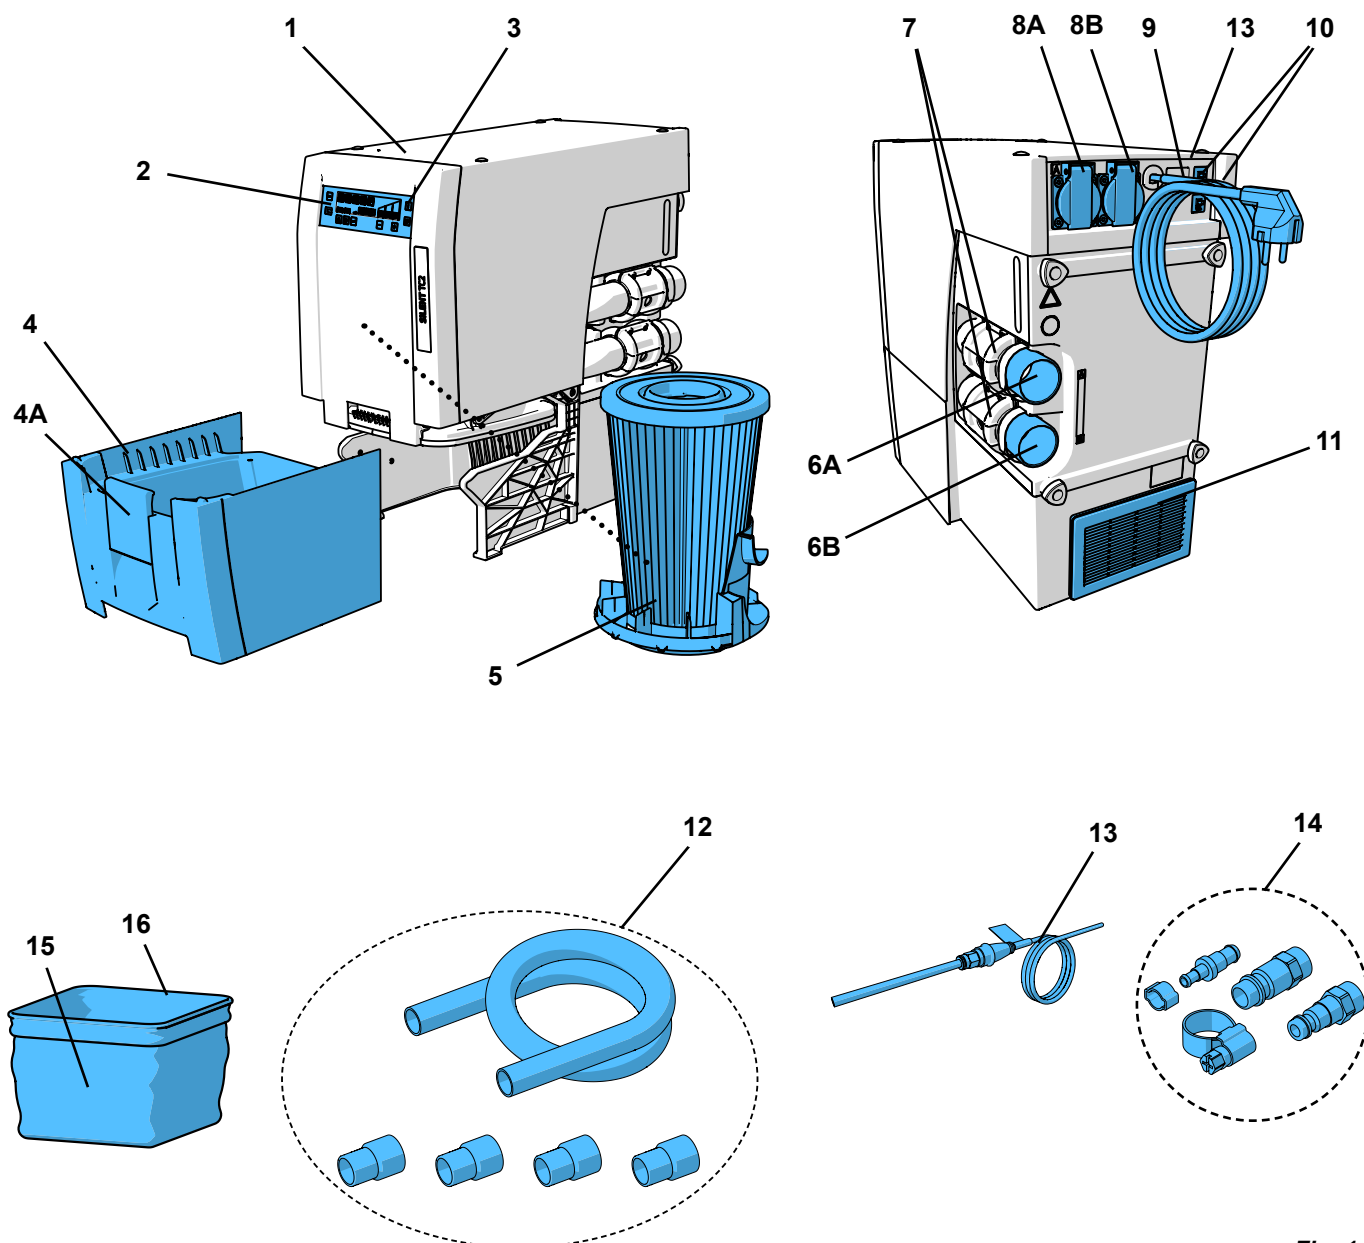

Fig. 1
- udsugningsluftudgangen (11, Fig. 1) ikke påvirkes.
- Ekstern udsugningsluftføring (A) (se kap. 4.7).
- Åbning i skabets bagvæg (B), min. 250 x 120 mm, direkte over for udsugningsluftudgangen (11, Fig. 1).
- Fjern skabets bagvæg (C), afstand mellem skabets bagside og væggen min. 50 mm.
- ⇒ Rul netkablet (9, Fig. 1), og sæt netstikket i bygningsinstallationens stikdåse.
- ⇒ Vælg den passende slangekobling i det vedlagte tilslutningssæt (14, Fig. 1), og sæt den på slangenden.